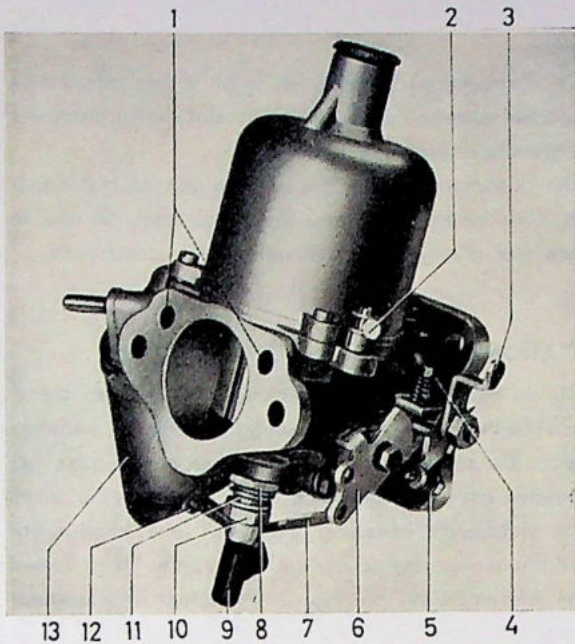

Fig. 2-72. Karburateur van rechts gezien
Wanneer de motor koud gestart wordt, kan het benzine-lucht mengsel verrijkt worden door de sproeiers te laten zakken, wat gebeurt door een stangenstelsel vanaf de choke bediening op het instrumentbord. Daar de regelnaald taps is, wordt de doorstroomopening voor de benzine groter als de sproeier zakt. Als de choke knop wordt uitgetrokken, wordt het buitenste gedeelte van het liever (3) naar beneden gedrukt en bedient de sproeier zo, dat deze ook naar beneden gaat. Tevens wordt de snel-stationairschroef door de kam op het liever (6, Fig. 2-72) bediend en opent de smookklep een weinig.